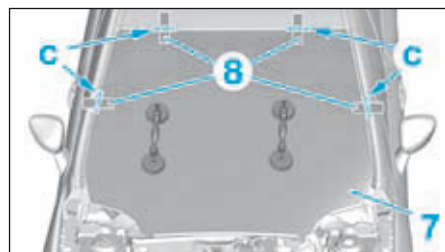

FIG.7
- En cas de remplacement du pare-brise, centrer celui-ci et positionner des rubans adhésifs (8), puis les couper en (c) (Fig.7).
- Positionner le pare-brise par rapport aux rubans adhésifs (8) (Fig.7).